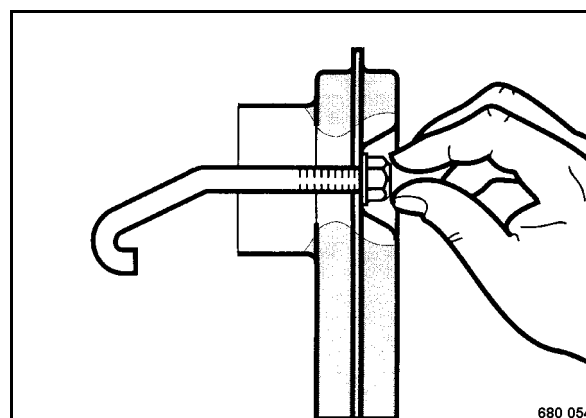

Fig. 49
- Volver a montar el elemento tamiz y el estribo de fijación, y enroscar la tuerca de fijación por aprox. un paso de rosca (Fig. 49).